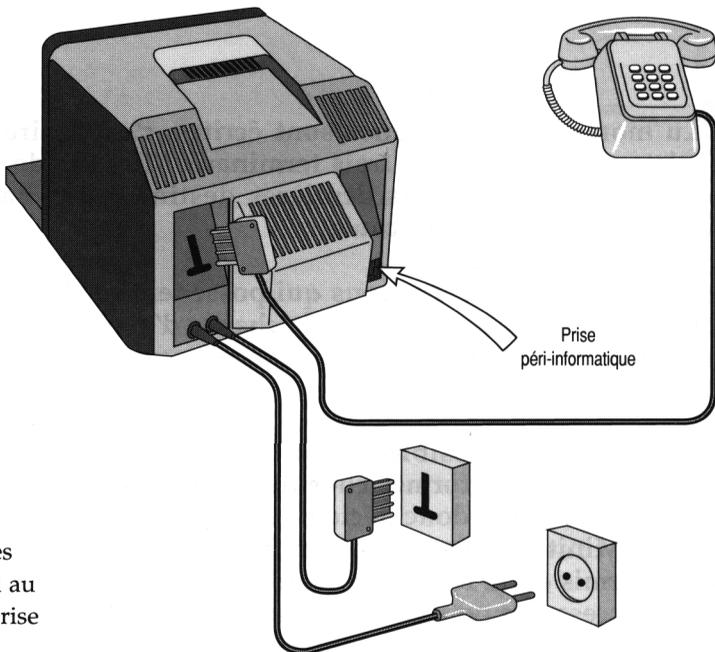

Figure 2.2.
- une prise téléphonique normalisée femelle jouant en fait le même rôle que la prise gigogne comme le montre la figure 2.2.